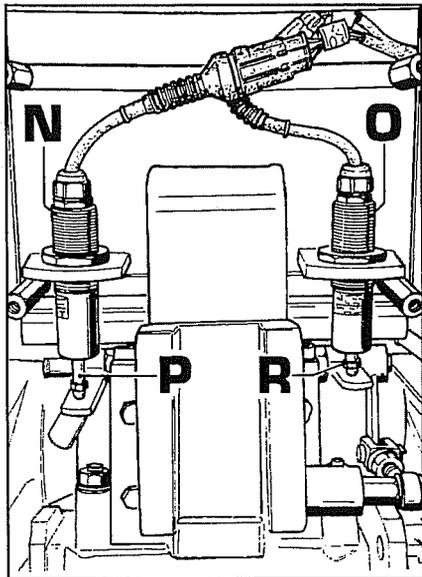

Abb. 42
1. Das hintere Schutzblech abnehmen, das am Träger des Fahrersitzes angebracht ist, um die Sensoren mit ihrem Gestänge (siehe Abb. 42) freizugeben, von denen **N** der Sensor der Lageregelung und **O** der Sensor der Zugkraftregelung ist.
3. Sicherstellen, daß die Spitzen **P-R** so angeordnet sind, daß sie Kontakt mit den entsprechenden Gestängen haben und daß sie in etwa so angeordnet sind, wie in der Abb. 42 gezeigt.
SENSOR DER LAGERREGELUNG (N Abb. 42):
Den Ablesebereich von 1,8 bis 3,4 Volt erhält man mit ganz gesenktem Kraftheber, wobei die Kontaktspitze **P** (Abb. 42) des Sensors von Hand ihren ganze Exkursion machen muß, von ganz heraus nach ganz hinein.
SENSOR DER ZUGKRAFTREGELUNG (O Abb. 42):
Den Ablesebereich von 1,8 bis 3,4 Volt erhält man mit ganz gesenktem Kraftheber, wobei die Kontaktspitze **R** (Abb. 42) des Sensors von Hand ihren ganze Exkursion machen muß, von ganz heraus nach ganz hinein.
Hinweis - Um die Exkursion des Kontaktspitze **R** zu erhalten, ist die Verbindungsstange mit dem Anschluß des oberen Lenkers und dem Gestänge zum Ansteuern des Sensors abzutrennen (siehe Abb. 42).